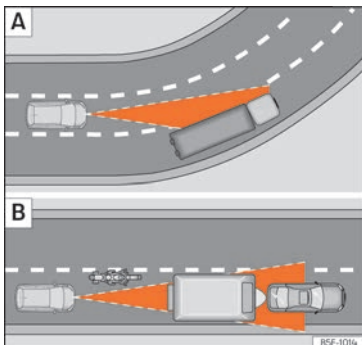

Abb. 188 [A] Fahrzeug in einer Kurve. [B] Vorausfahrender Motorradfahrer außerhalb des Erfassungsbereichs des Radarsensors.
Es ist möglich, dass die ACC das vorausfahrende Fahrzeug in der Kurve nicht erkennt oder die Entfernung mit Fahrzeugen, die sich auf anderen Fahrspuren befinden, einstellt » » **Abb. 188** [A].
- Versetzt fahrende Fahrzeuge oder Fahrzeuge, die außerhalb des Erkennungsbereichs des Sensors fahren, z. B. Motorräder. » » **Abb. 188** [B]